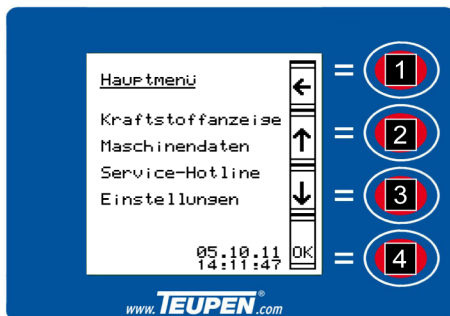

Fig. 59: Vue d'ensemble du menu principal
En appuyant sur la [touche de fonction] (Voir la Fig. 59/4) en mode normal, cela permet d'appeler le [menu principal].
1. → Sélectionner un sous-menu avec les [touches de fonction] (Voir la Fig. 59/2 et 3).
2. → Accéder avec la [touche de fonction] (Voir la Fig. 59/4) au sous-menu sélectionné.
3. → Retourner en mode normal avec la [touche de fonction] (Voir la Fig. 59/1).